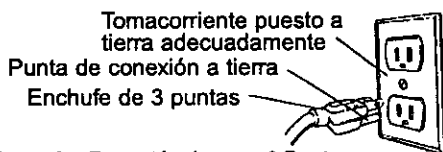

Figura 9 – Receptáculo para 3 Puntas
- Esta herramienta viene equipada con un cable especificado para 150 V y un enchufe de 3 puntas para conexión a tierra (véase la Figura 9) que lo protegen a usted de un electrochoque.
- El enchufe de conexión a tierra deberá conectarse directamente a un zócalo para 3 clavijas instalado y conectado debidamente a tierra, tal como se muestra (véase la Figura 9).